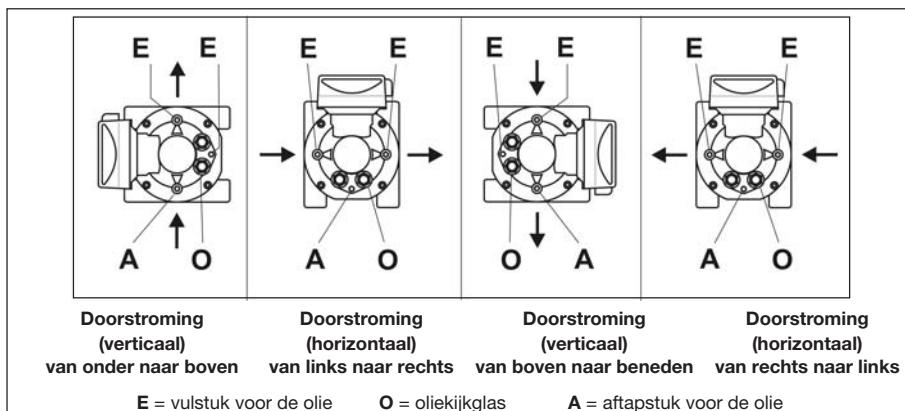

Fig. 6: Toelaatbare gebruiksposities, vullen met olie en oliepeilweergave, type RVG
- Er bevinden zich drie vulopeningen resp. aftapopeningen en twee olietappalen aan de voor- en (optioneel) achterkant van de meter (fig. 6).
- Draai de inlaatschroef (E, fig. 6) in het voorste deksel van de behuizing eruit.
- Verwijder de inlaatschroef (E) in het achterste deksel van de behuizing, zodat de olie beter in de achterste kamer stromen kan.